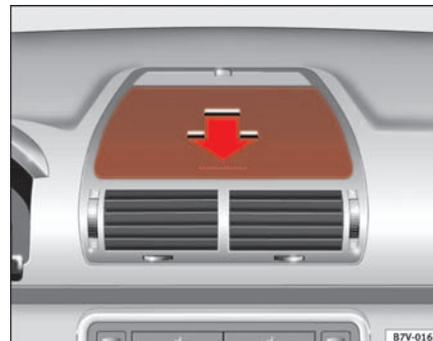

Abb. 100 Ablagefach in
**Zum Öffnen** des Anlagefachs in Pfeilrichtung auf den Bereich in der Nähe der Luftaustrittsdüsen (gepunkteter Bereich) drücken. Das Ablagefach wird durch Federwirkung geöffnet ⇒ Abb. 100.